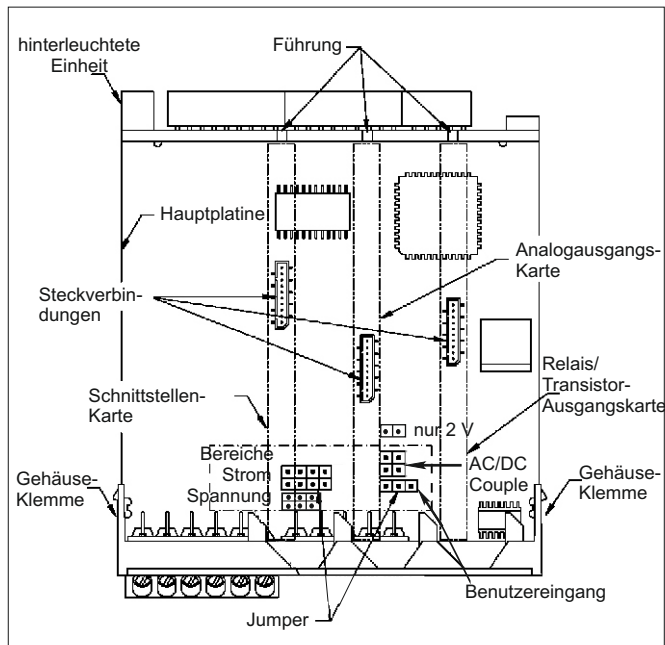

Bild 4.1: Ausgangskarten
Die Ausgangskarten haben feste Einbaupositionen. Die Steckverbinder der Karten sind so konstruiert, daß jede Karte nur auf eine bestimmte Position paßt. Die Einbauposition der Karten sind aus Bild 4.1 ersichtlich.
2. Stecken Sie die Ausgangskarte auf den entsprechenden Steckplatz (siehe Bild 4.1).
- Logik der Benutzereingänge (Werkseinstellung NPN) (Bild 4.1).